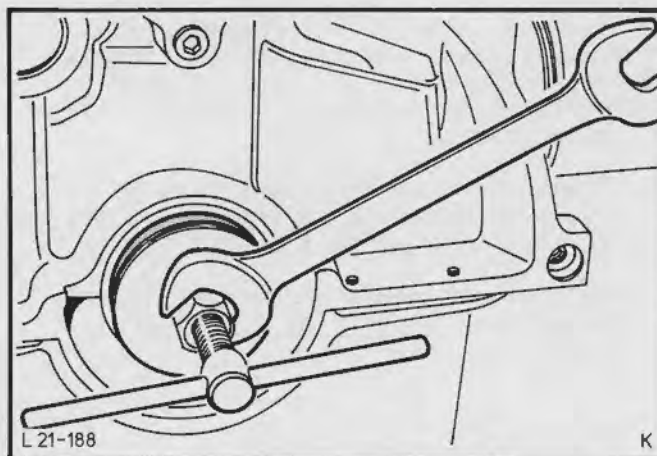

Fig.136. Afmonter pakdåsen med specialværktøj 21-010
3. Træk pakdåsen ud med specialværktøj 21-010 eller 21-096, Fig.136. Skru først værktøjets trykspindel helt tilbage, skru den koniske gevinddel fast i pakdåsen og træk pakdåsen ud ved at skrue trykspindlen ind.